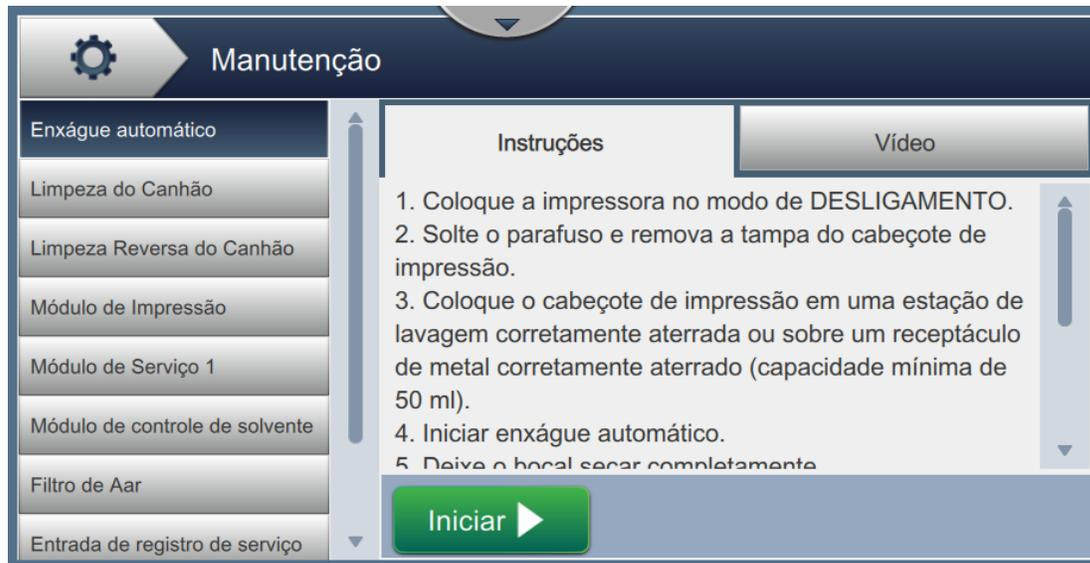

Figura 6-23: Manutenção
1. Toque no botão  na tela Ferramentas. A tela Manutenção é aberta, como mostra a Figura 6-23.